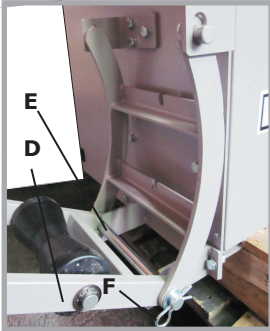

Abb. 25
- Legen Sie die Zuführrollbahn (D) auf den Boden und stecken Sie die Achse (E) durch die Bohrungen im Schwenkbügel und die Bohrungen an der Zuführrollbahn (Abb. 25). Sichern Sie die Achse (E) gegen Herausrutschen mit Federsteckern (F, Scheiben unterlegen). siehe Abb. 25
- Schwenken Sie die Zuführrollbahn nach oben und lassen Sie die Achse (E) in die oberen Laschen einrasten (Bild 25).